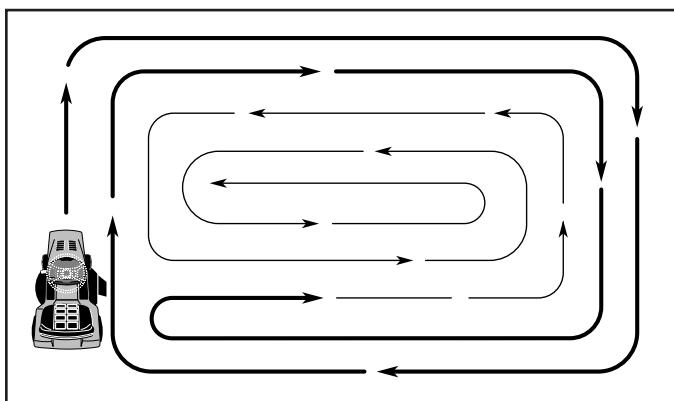

Fig. 13
- Al segar las áreas grandes, empiece girando a la derecha de modo que los recortes se descarguen, alejándose de los arbustos, cercos, entradas de automóviles, etc. Despues de una o dos vueltas, siegue en la dirección opuesta, haciendo virajes a la izquierda, hasta que termine (Vea Fig 13).